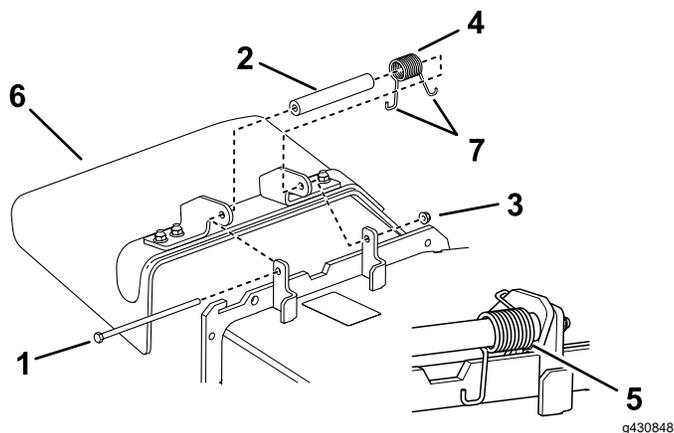

Figure 80
**Remarque:** Prenez soin de placer une extrémité en J du ressort derrière le bord du plateau avant de mettre le boulon en place, comme montré à la Figure 80.